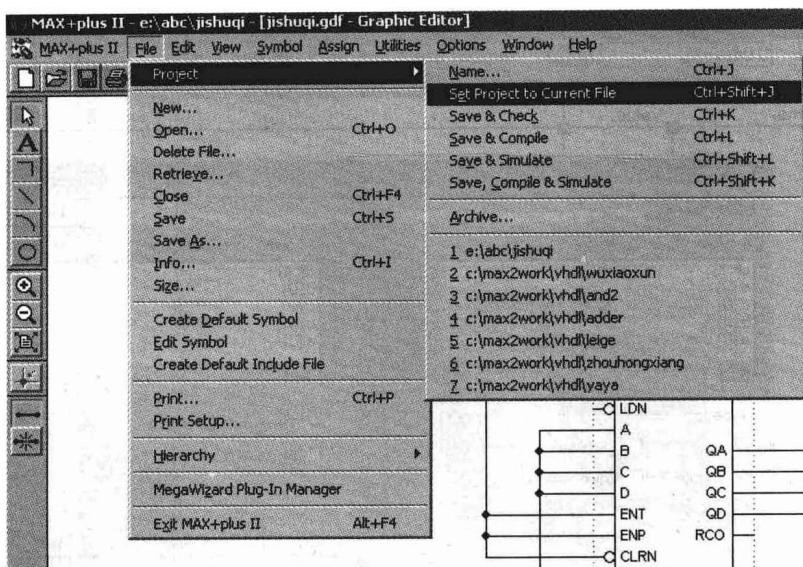

图 1-12 建立当前工程项目文件
(7) 建立当前工程项目文件：点击 [File] | [Project] | [Set Project to Current] 即可，如图 1-12 所示。